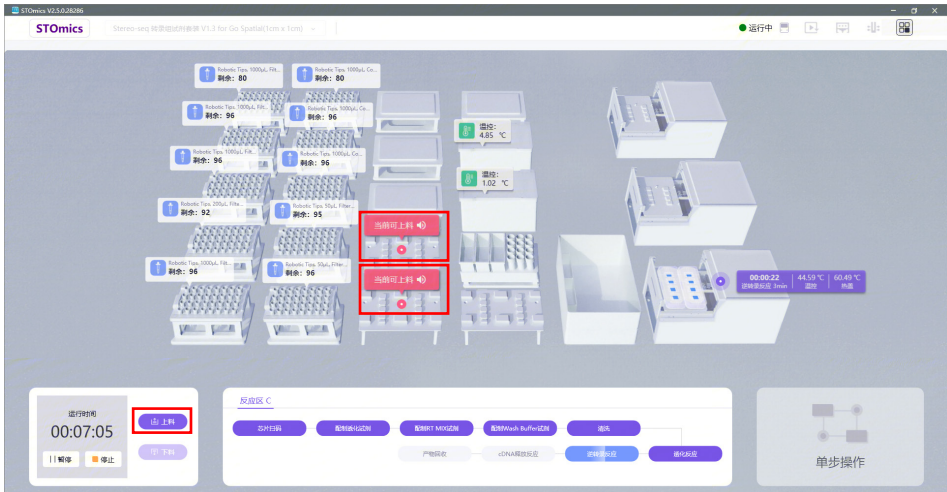
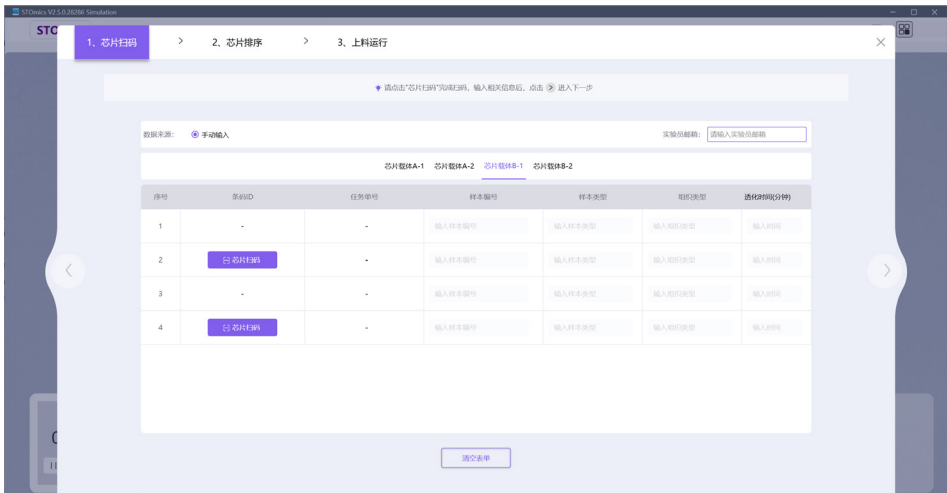

图 3-29 STOmics 软件提示可在其他上样区上样
图 3-30 上料区 B 的芯片扫码界面
- b. 当上料区 C 的样本运行至“逆转录反应”阶段时，机器会发出蜂鸣声，软件弹窗提示“当前可上料”，如图 3-29 所示；此时点击软件页面左下方的“上料”按钮，即可进入“芯片扫码”页面（如图 3-30）；
- c. 如图 3-30 所示，选择上料区 B 对应的芯片载体的界面，扫描录入芯片 ID 信息；